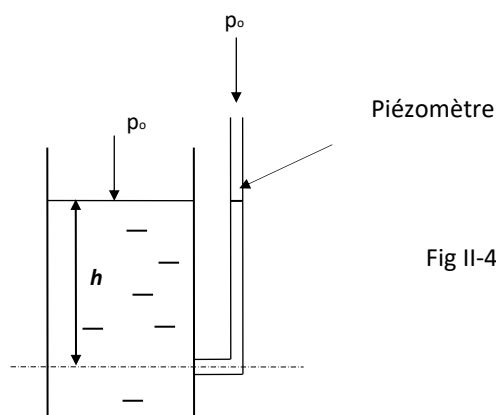

Fig II-4
**Le piézomètre :** c'est un tube mince transparent de diamètre intérieur de 10 à 15mm branché sur un récipient qui contient un liquide (Fig. II-4).